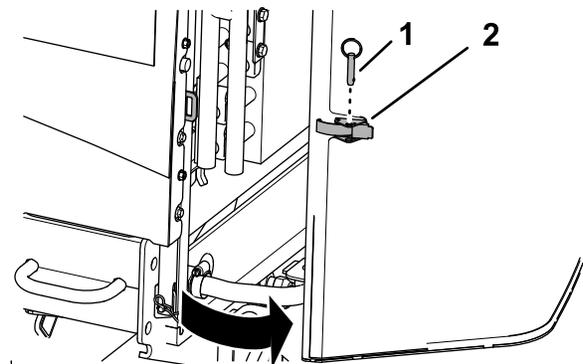

Figura 61
1. Rimuovete il perno a sfera dal fermo della griglia (Figura 61).